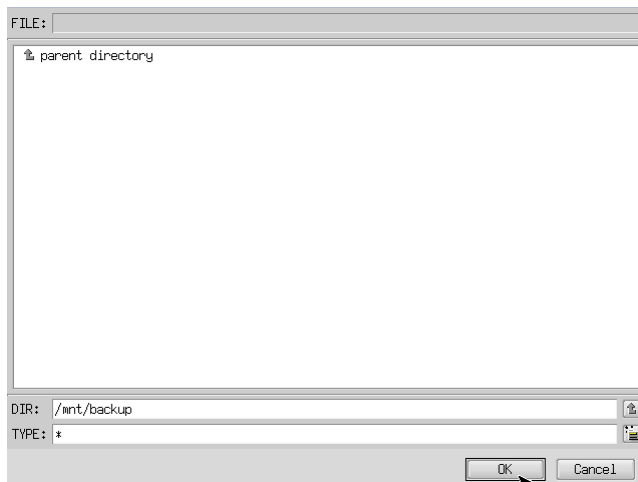

図 6-3-4. フォルダ参照画面
- ⑧ フォルダ参照画面（図 6-3-4）が表示されます。②で接続したパーティションは、/mntにマウントされるので、/mnt 以下のフォルダを選択してください。[OK]を押すとフォルダ選択画面にもどります。